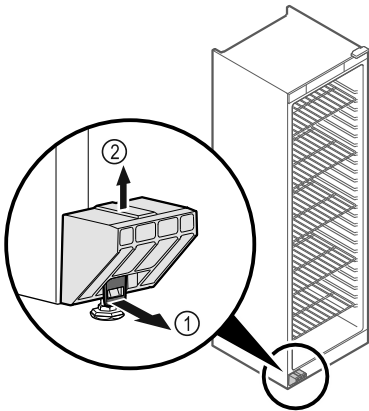

Fig. 2
- ▶ Tirer la languette Fig. 2 (1) vers l'avant.
- ▶ Retirer la sécurité de transport Fig. 2 (2) vers le haut.